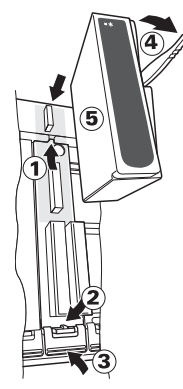

Figura 2: Montaje de módulos
- Como se ilustra en la Figura 2, coloque el pasador de la parte superior de la unidad de terminal en la ranura de la base. (1)
- Presione el extremo inferior de la unidad terminal hasta que quede bien sujeta (se escuchará un 'clic') (2).
- Para retirar una unidad de terminal, presione el clip de sujeción (3) para soltarla y retirela de la ranura en la unidad base.